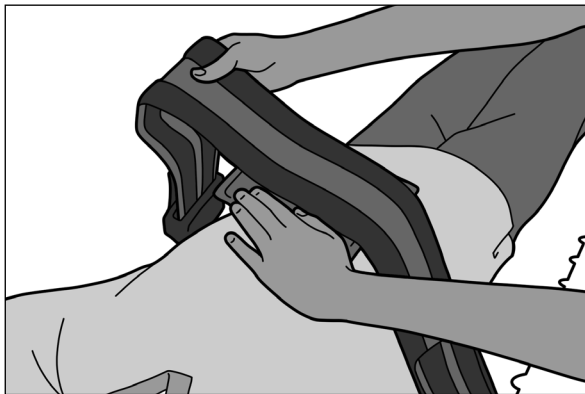

Fig. 9
6. Posizionare la cinghia sul paziente, assicurandosi che il lato con i numeri sia rivolto verso il basso, fissandola alla piastra e alla camera d'aria. Assicurarsi che l'anello sulla cinghia sia allineato e agganciato al gancio sulla camera d'aria (Fig. 9).